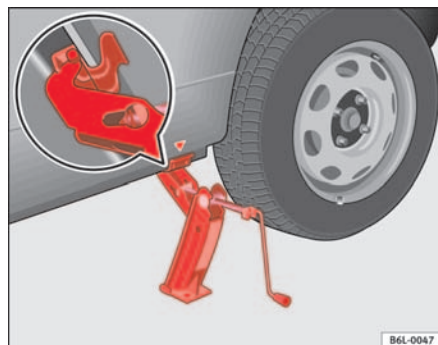

Fig.133 Colocación del gato
- Posicione el gato de modo que su garra envuelva el nervio del larguero inferior y que la placa base móvil se apoye plana sobre el suelo ⇒ fig. 133.